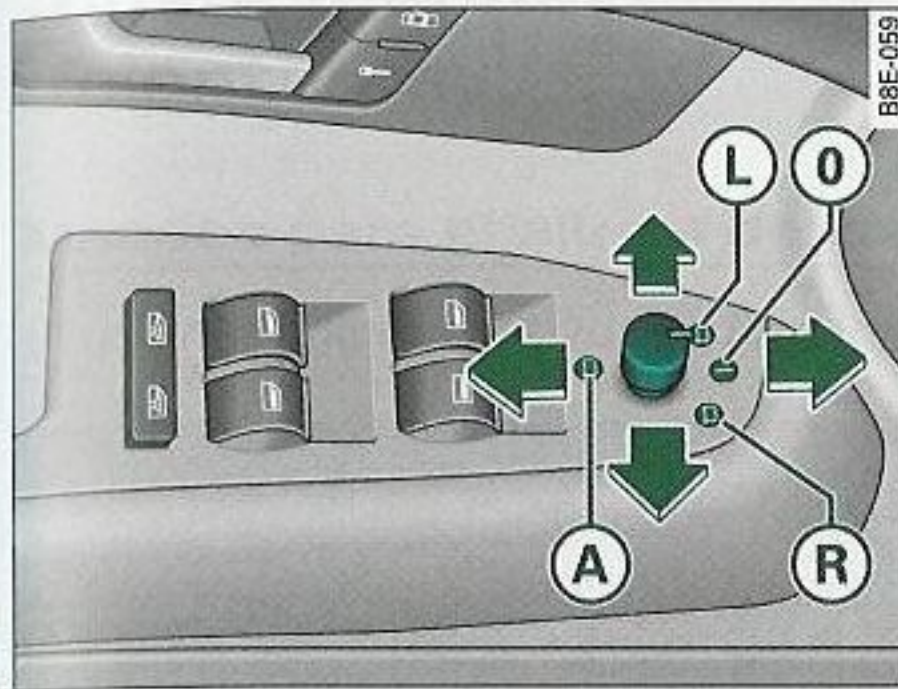

Fig. 81 Detalle del reposabrazos: Mando giratorio
- Gire el mando a la posición \Rightarrow fig. 81 (L) (retrovisor exterior del conductor) o a la posición (R) (retrovisor exterior del acompañante).
Al poner la marcha atrás, se inclina ligeramente hacia abajo la superficie del espejo siempre que se haya conmutado a dicho retrovisor, es decir, con el mando giratorio en posición \Rightarrow fig. 81 (R). Esto permite ver el bordillo al aparcar el vehículo.